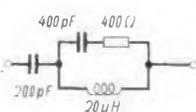

Bild 1. In USA übliche künstliche Antenne
1. für Prüfender mit kapazitivem Spannungsteiler zu 250 pF im Ausgang (S. & H. Rel send 7a, Rohde & Schwarz SMF und SMP) die Glieder nach Bild 1 oder 2 (der Kondensator zu 200 pF ist jedoch auf 1000 pF zu erhöhen);